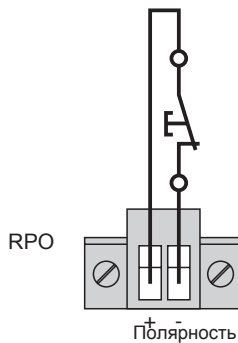

Рисунок 24.
- 3 - Подключить размыкающий контакт между двумя выводами разъема, как показано на Рис. 24.